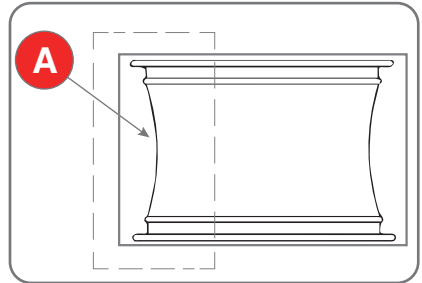

Fig. 6.3
Räder mit Leichtmetallfelgen: Einige Räder mit Leichtmetallfelgen haben ein minimales Felgenbett (A) bzw. gar kein Felgenbett - (Abb.6.3). Diese Felgen sind nicht von den Normen des DOT (Department of Transportation - Abteilung für Transporte) zugelassen. Die Abkürzung DOT bescheinigt die Übereinstimmung der Reifen mit den von den Vereinigten Staaten und Kanada angenommenen Sicherheitsnormen (diese Räder können auf diesen Märkten nicht verkauft werden).